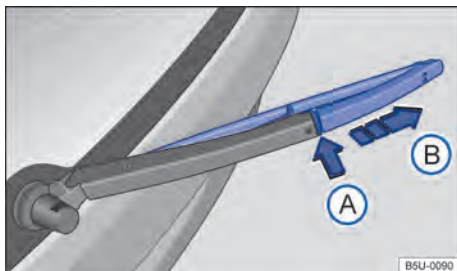

Fig. 131 Sustituir la escobilla limpiaparabrisas de la luneta trasera.
– Mantenga pulsada la tecla de desbloqueo → fig. 131 **A**.